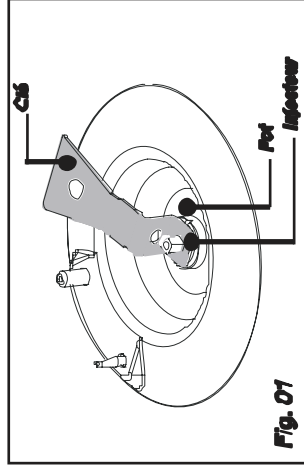

Fig. 01
- Dévissez à l'aide de la clé fournie les injecteurs situés dans le fond de chaque pot et étiez-les (Fig. 01).